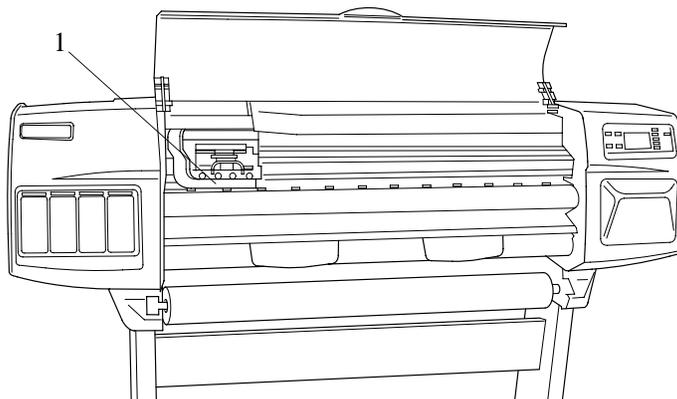

Figura 53: "Printhead Tube Connector"
2. Desplace el "Carriage" a la posición adonde se pueda acceder el "printhead tube connector" (Consulte la Figura 53).